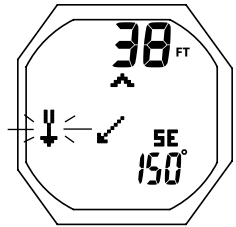

Fig. 156 – ÉCRAN REF AUTO HOME
- A (2 sec) pour accéder au mode Auto Home Reference qui permet de modifier et de faire clignoter l'icône de mode (fig. 156) puis